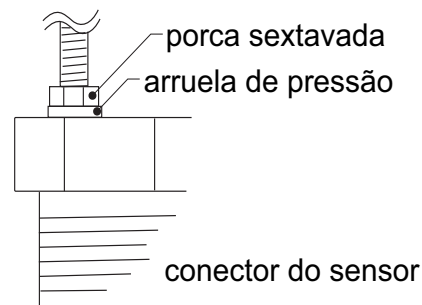

Fig. 8
- Atarraxe uma porca sextavada em cada uma das três hastes rosqueadas incluídas na embalagem. Instale a haste rosqueada com uma arruela de pressão na conexão do sensor. Fixe as hastes apertando cada porca sextavada contra o conector do sensor (fig. 8).